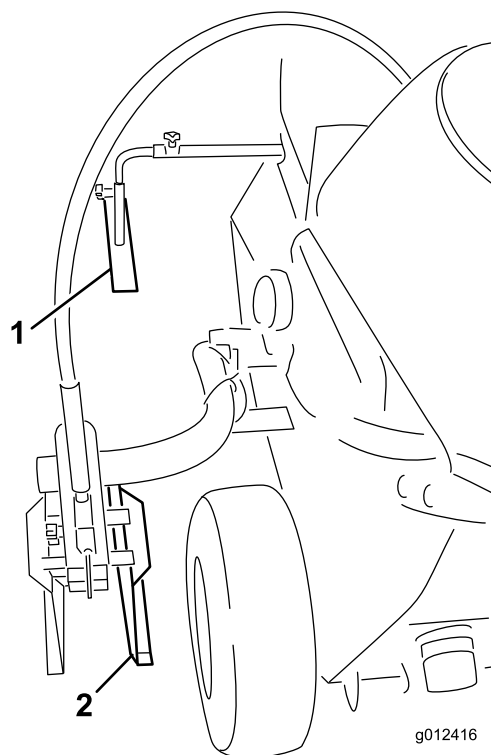

Figure 28
Le guide (Figure 28) permet à l'utilisateur de rester aligné sur un cordeau ou sur la ligne peinte existante.
1. Desserrez la vis qui fixe le guide de ligne (Figure 28) au tube de montage.